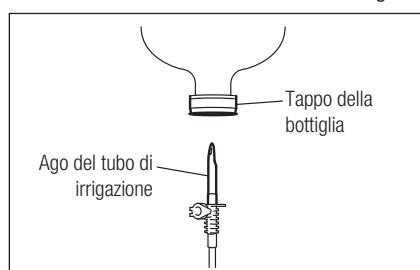

Fig. 13
2) Inserire l'ago del tubo di irrigazione nel tappo della bottiglia (Fig. 13).